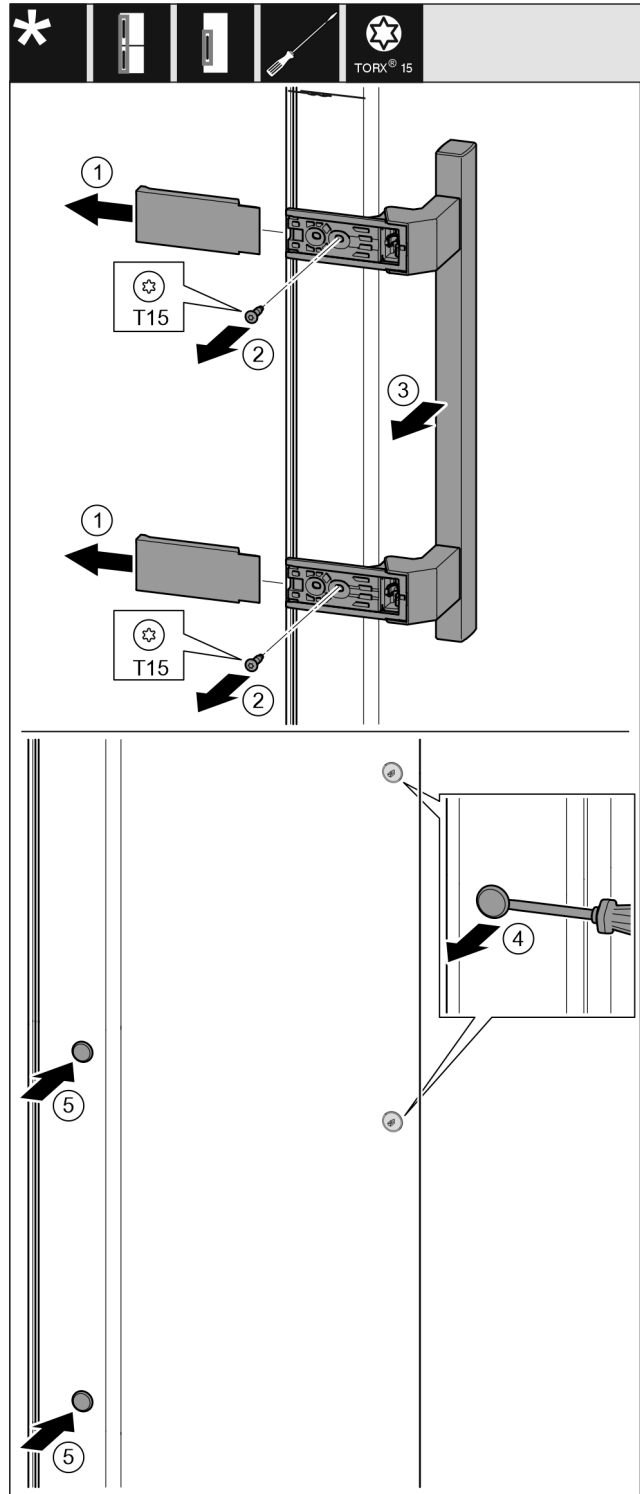

Fig. 11
- ▶ Levantar la cubierta. Fig. 11 (1)
- ▶ Desatornillar los tornillos con un destornillador Torx 15. Fig. 11 (2)
- ▶ Retirar el tirador. Fig. 11 (3)
- ▶ Levantar con cuidado el tapón lateral del electrodoméstico con el destornillador de punta plana y sacarlo. Fig. 11 (4)
- ▶ Volver a colocar el tapón en el otro lado. Fig. 11 (5)